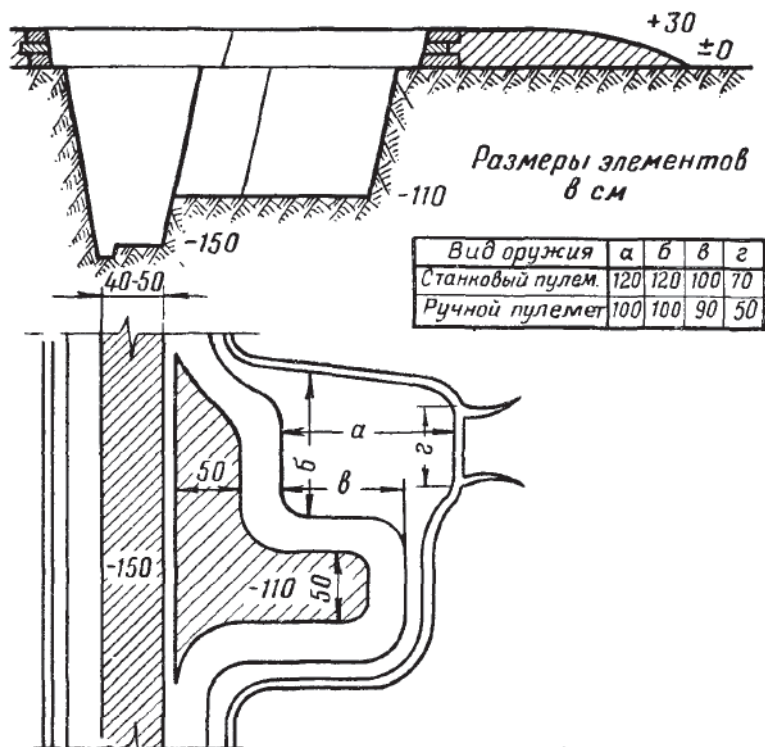

Рис. 5. Примкнутая площадка для пулемета
4. Примкнутая площадка для пулемета (рис. 5).